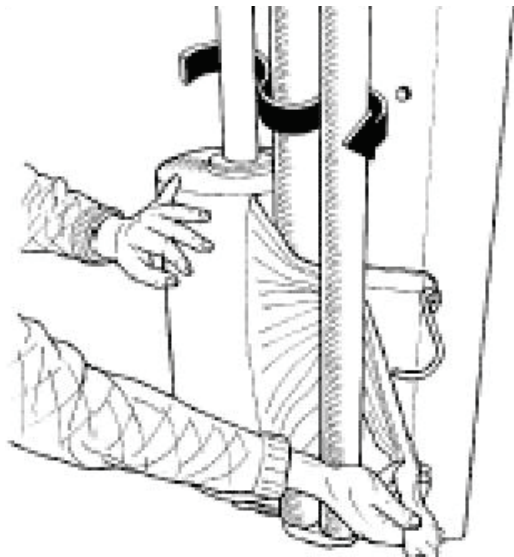

Abb. 6.3. Foliengeber laden
6.5. Montage Kunststoffolie (Siehe Abb. 6.3 & 6.4)